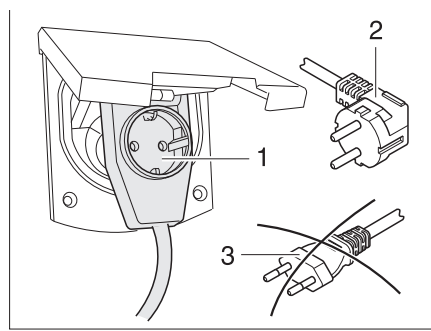

Fig. 288 Conexión a un conector con salida lateral del cable con caja de enchufe
► Al utilizar un acoplamiento acodado CEE 17, con caja de enchufe incorporada en el lado trasero (Fig. 288,1), emplear únicamente un conector IP 44 de goma impermeable, con contacto protector (Fig. 288,2). No utilizar conector sin contacto protector (Fig. 288,3). ¡Peligro de electrocución!